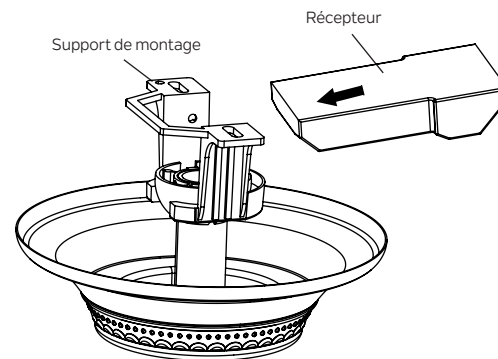

Fig. 13
**Étape 1.** Insérez le récepteur dans le support de montage et maintenez-le à plat face au plafond. (Fig.13)